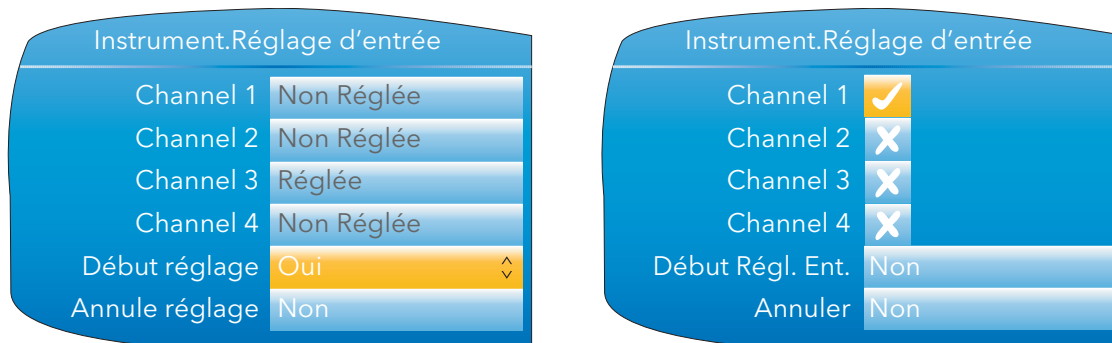

Figure 4.1.8b Procédure d'ajustement de voie (1)
1. Comme indiqué à la figure 4.1.8b, surligner le champ 'Début réglage' puis utiliser la touche de défilement pour accéder au mode d'édition. Utiliser les touches fléchées pour sélectionner 'Oui'. Utiliser le bouton de défilement pour remplacer la 'croix' de Channel 1 par une 'coche'. Faire la même chose pour les autres voies devant être ajustées.